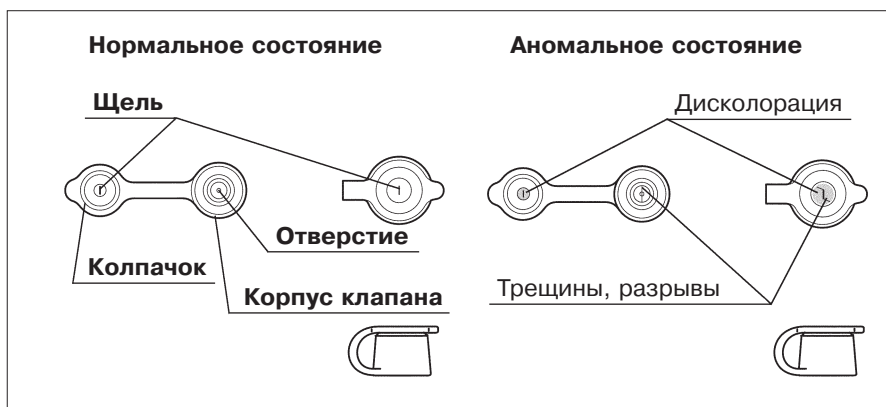

Рис. 3.7
1. Убедитесь в отсутствии трещин, разрывов, износа, изменения окраски или деформации в области прорези и отверстия биопсийного клапана (см. рис. 3.7).